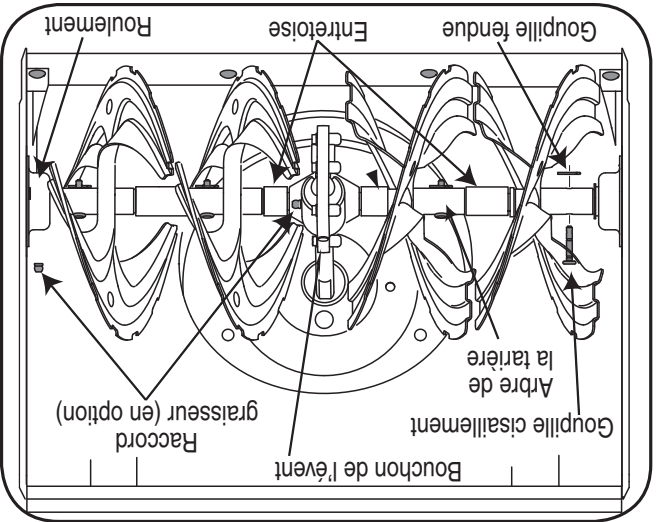

Figure 6-3
La boîte de l'engrenage de la tarière est équipée d'un raccord graisseur. Lubrifiez avec de la graisse une fois par saison (Commandez la pièce n° 737-0168). Voir la Figure 6-3.
REMARQUE : Pour dégager la pression, enlevez le bouchon de l'évent avant de lubrifier la boîte d'engrenages. Voir la Figure 6-3. Les joints de la boîte d'engrenages risquent d'être endommagés si la pression n'est pas dégagée.
Enlevez les goupilles de cisaillement sur l'arbre de la tarière, au moins une fois par saison. Vaporisez un lubrifiant à l'intérieur de l'arbre et autour des entroîsoises. Lubrifiez aussi les roulements à bride trouvés à chaque extrémité de l'arbre de la tarière. Voir la Fig. 6-3.
- Les goupilles de cisaillement et goupilles fendues maintiennent les tarières sur l'arbre de la tarière. Les goupilles sont sensées se cisailier si la souffreuse heurte un objet ou un bloc de glace. Voir la Figure 6-3.